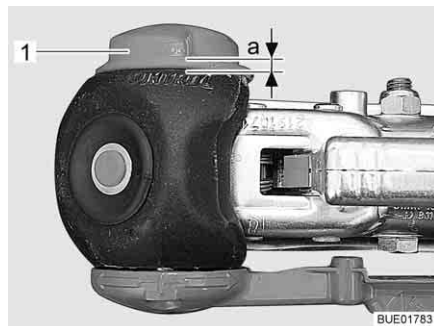

Bild 208 Slitagekontroll
- Vrid ratten (Bild 208, 1) tills vridmomentbegränsningen tydligt (och ljudligt) spärrar. Vridriktning: medurs.
- Avstånd $a > 0$ (Bild 208): Slitage inom tillåtna gränser.